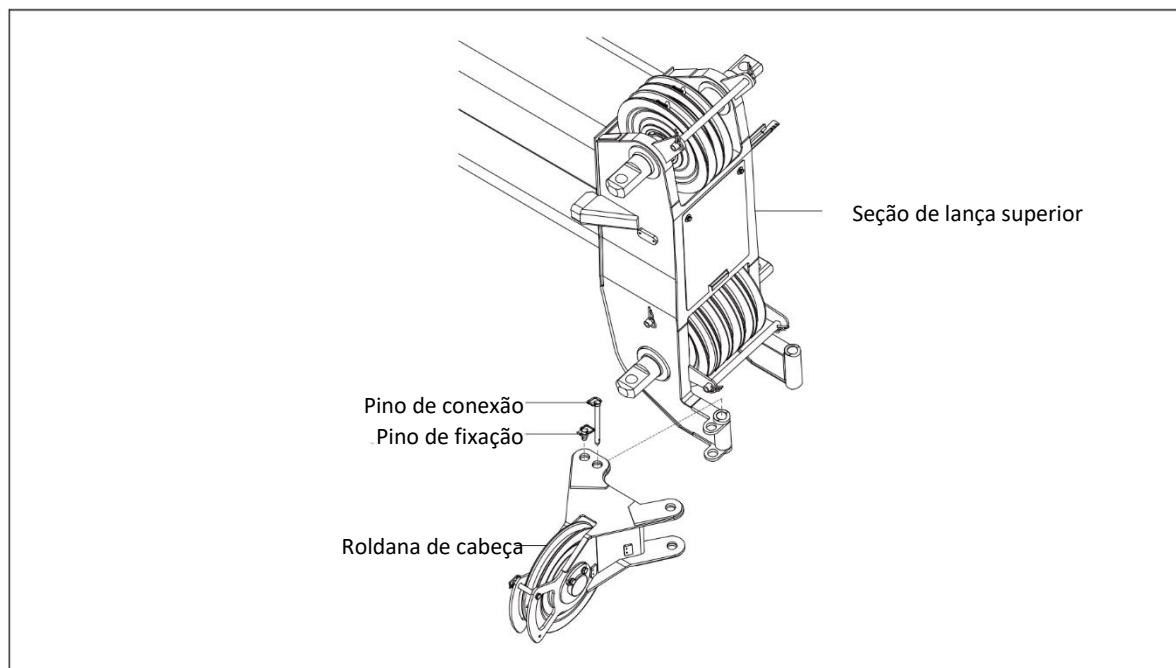

Figura 5-19 Conjunto da roldana de içamento auxiliar
- c) Remova o pino de fixação e mova o suporte até a frente da lança. Alinhe os pontos de conexão. Instale o pino de conexão. Consulte a figura 5-19.